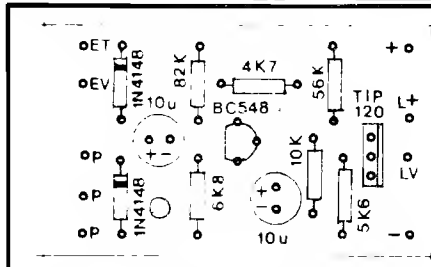

Fig. 4
- **FIG. 4** - A montagem propriamente tem sua realização visualmente "mastigada" na fig. 4, que traz o